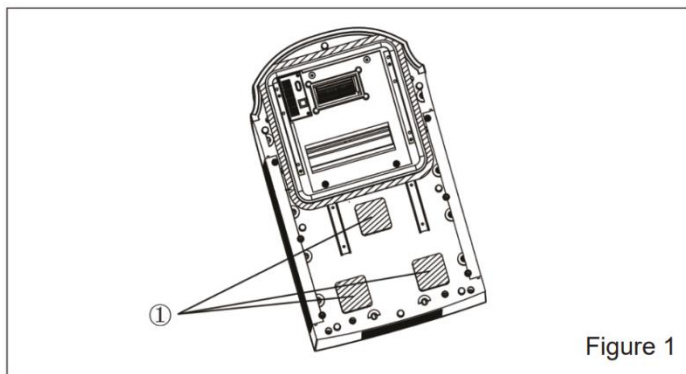

Figure 1
1. Avant de coller la bande d'étanchéité et la mousse sur la face inférieure de l'unité extérieure, nettoyez les zones de collage indiquées dans la figure 1.
2. Sortez la bande d'étanchéité et la mousse de l'emballage, retirez le papier de la surface de collage et alignez-les sur les positions de collage, comme indiqué dans la figure 1. Si la bande d'étanchéité est endommagée ou n'est pas collée dans la bonne position, vous devez la remplacer par une nouvelle et la coller correctement.